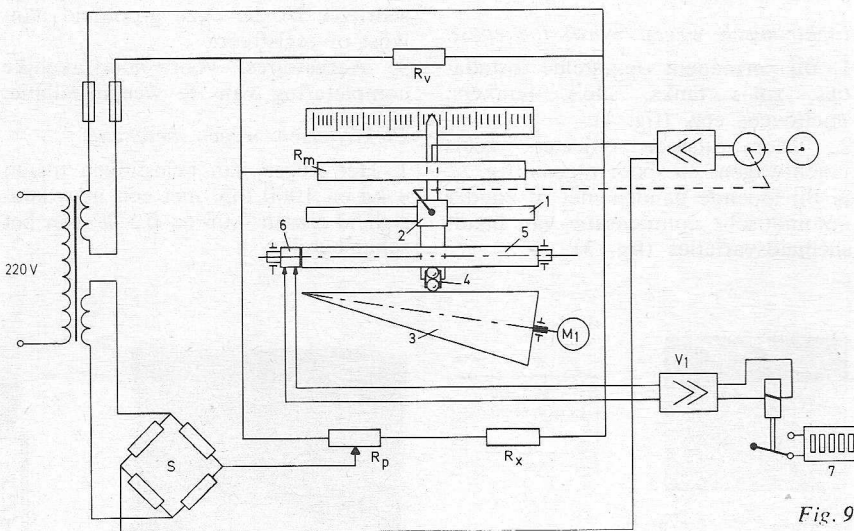

Fig. 9
De synchronomotor (M1) drijft de kegel (3) aan (fig. 9). Door middel van twee kogels (4) wordt de omtreksnelheid van de kegel overgebracht op de integratirol (5). De plaats van de kegels wordt bepaald door de meetwagen (2). Op het einde van de integratirol bevindt zich een collector (6) door middel waarvan impulsen via versterker (V1) aan de elektromagnetische teller (7) worden doorgegeven.